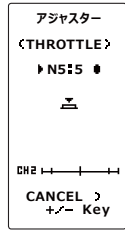

図 1
まずニュートラルアジャスタースイッチを 5:5 の状態にします。(次ページ参照) ニュートラルの設定画面 (図 1) の状態で、スロットルスティックを上下方向に軽く弾いた後、スティックに触れない状態で ① ボタンを押します。